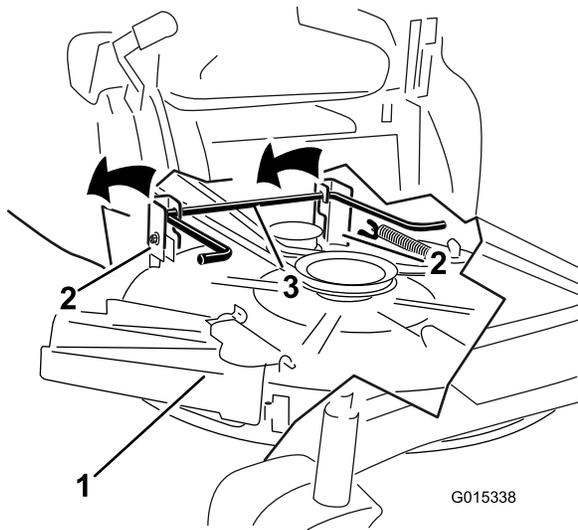

Bild 72
7. Heben Sie das Mähwerk und die Hängeprofile über die hintere Hubstange und senken Sie das Mähwerk vorsichtig auf den Boden ab (Bild 72).
- Heben Sie das Heck des Mähwerks an und führen Sie die Hängeprofile über die hintere Hubstange (Bild 72).